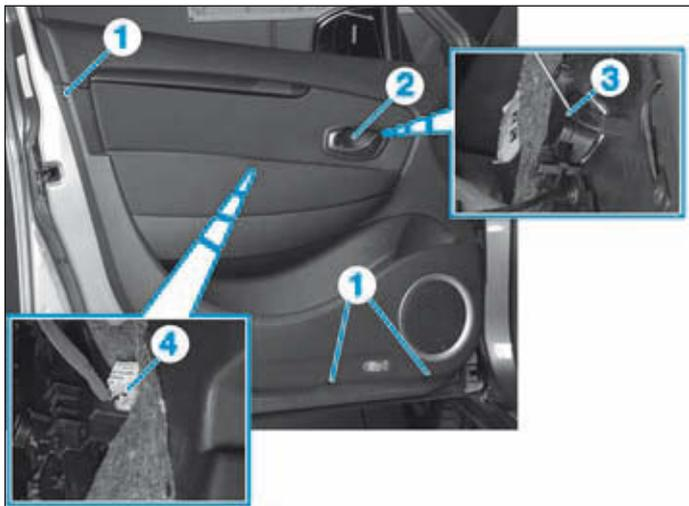

FIG.42
- les vis (1) de la garniture (Fig.42),
- l'opercule (2) puis la vis située derrière.
- Dégrafer le câble d'ouverture de porte (3).
- Débrancher le connecteur (4).